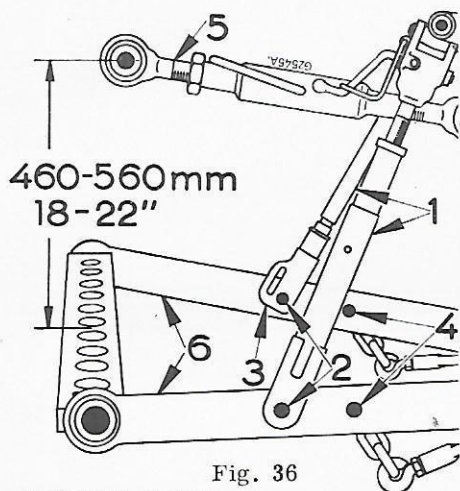

Fig. 36
Le point d'attelage de la barre de poussée sur la charrue doit être situé entre 460 mm et 560 mm des bras de traction (voir fig. 36). Corrigez cette hauteur, si nécessaire, en modifiant les points d'attelage sur la charrue.
NOTE : Les tringles de relevage (1, fig. 36) doivent en principe être adaptées aux orifices arrière (2) des bras inférieurs et de façon à ce que le trou ovale de la fourchette gauche (3) soit orienté vers l'arrière.